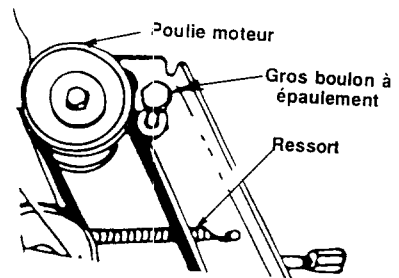

FIGURE 28
sur la gauche de la poulie motrice. Voir la figure 28.
- a. Décochez le ressort d'extension de la plaque du couvre-courroie. Voir la figure 28.
- Remontez le gros boulon à épaulement et la rondelle frein, comme à la figure 28.